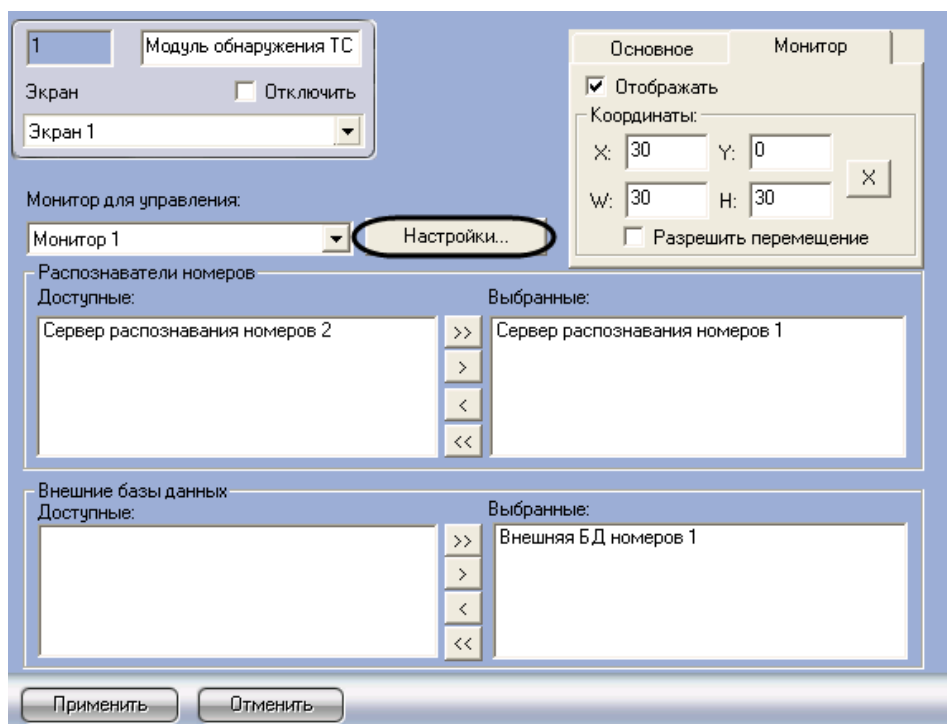

Рис. 7.8—9. Доступ к настройкам звукового оповещения при регистрации тревожных событий
1. Перейти на панель настройки объекта «Модуль обнаружения ТС» (Рис. 7.8—9).
2. Нажать кнопку «Настройки» (см. Рис. 7.8—9).